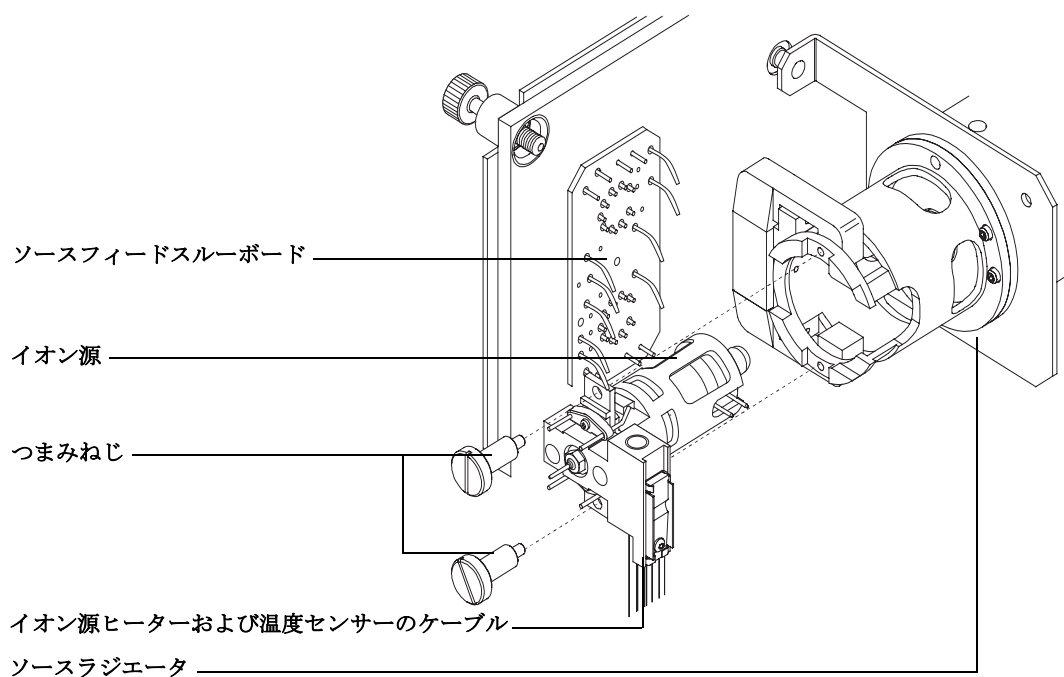

図 18 イオン源の取り外し
- 3 イオン源から出ているケーブルを外します。ケーブルを必要以上に曲げないでください (図 18、表 8)。